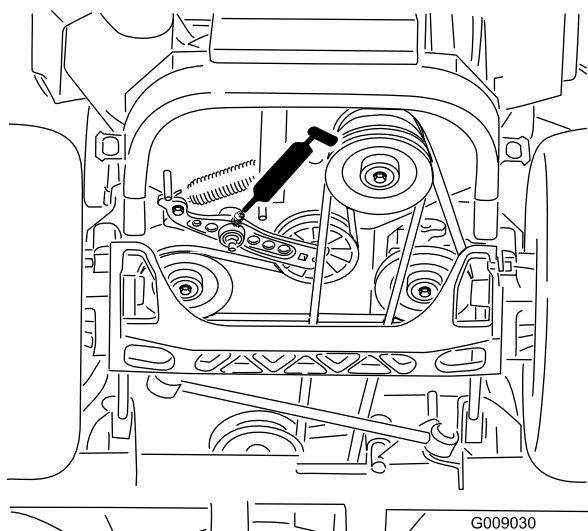

Figura 43
4. Engrase el brazo tensor de la correa de transmisión (Figura 43).